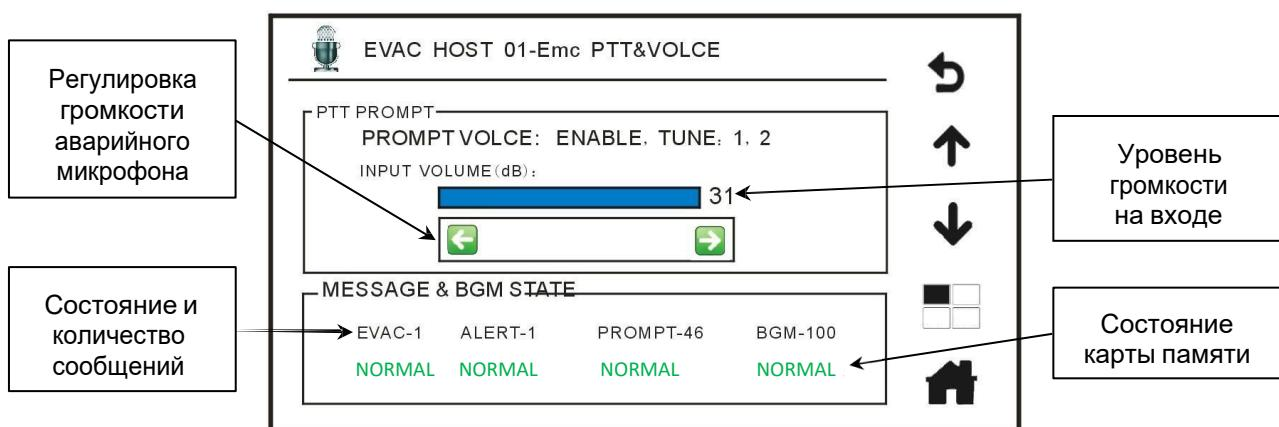

Рис. 4.5. Состояние аварийного тангентного микрофона и проигрывателей речевых сообщений
4. Пункт **Emc PTT&Voice** показывает состояние аварийного тангентного микрофона и проигрывателей речевых сообщений: **Норма** или **Неисправность**. Нажав на этот значок, войдите в подменю **Emc PTT&Voice** (аварийный микрофон и речевые сообщения), которое показано Рис. 4.5. В этом окне можно отрегулировать выходную громкость аварийного микрофона и проверить состояние проигрывателя речевых сообщений.